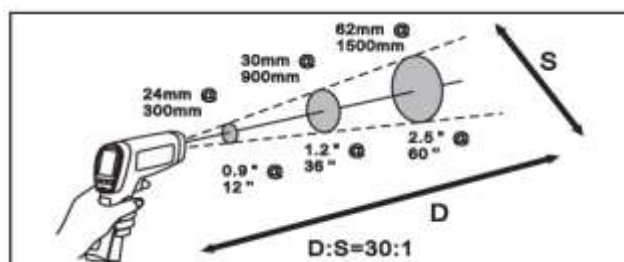

Figura 6. Distanța și dimensiunea punctului
Pe măsură ce distanța (D) de la locul măsurat crește, dimensiunea punctului (S) zonei măsurate de unitate devine mai mare. Dimensiunea punctului indică 90% din energia înconjurată. Raportul D:S maxim se obține atunci când termometrul este la 600 mm (60 in) față de țintă, rezultând o dimensiune a spotului (S) de 20 mm (2 in). Vezi figura 6.